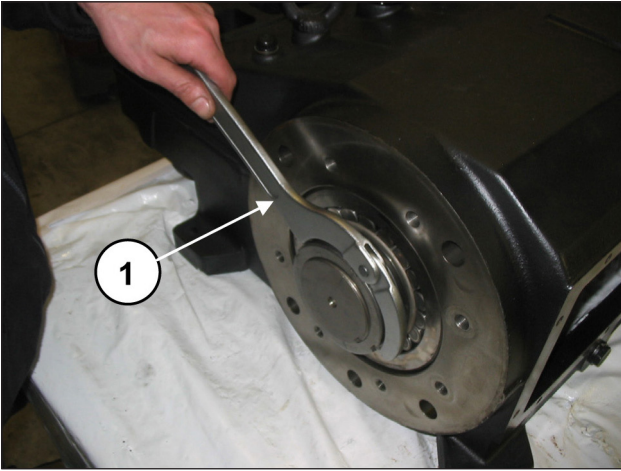
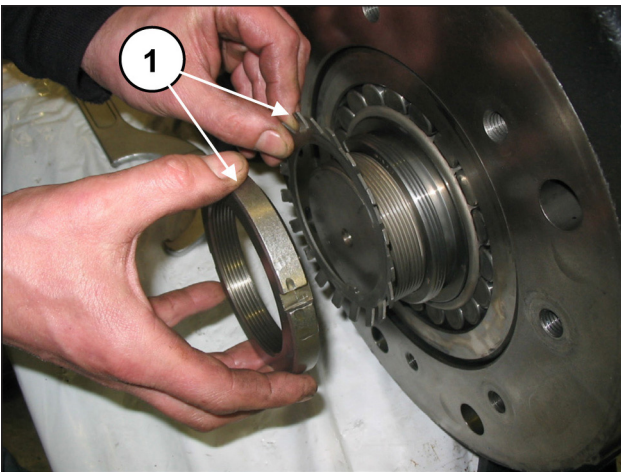

Fig. 17
Fig. 18
Utiliser une clé appropriée pour dévisser la bague de blocage (rep. ①, Fig. 17) puis déposer la bague et la rondelle de sécurité (rep. ①, Fig. 18).